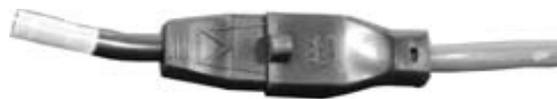

Figura 7.
1. Consulte la figura 7. Conecte el cable de alimentación a una fuente de alimentación eléctrica